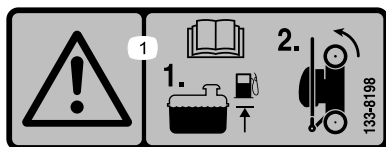

Figure 18
1. Vérifiez que le niveau de carburant dans le réservoir ne dépasse pas la limite recommandée par le constructeur du moteur; voir l'autocollant du constructeur apposé sur le moteur (Figure 18).